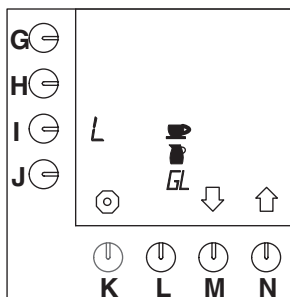

Fig. 21 Unités à sélectionner
- Vous pouvez sélectionner l'une des unités suivantes: Litre = L, Gallon = G (=3,7853 L), Pichet, Tasse (fig.21 ).